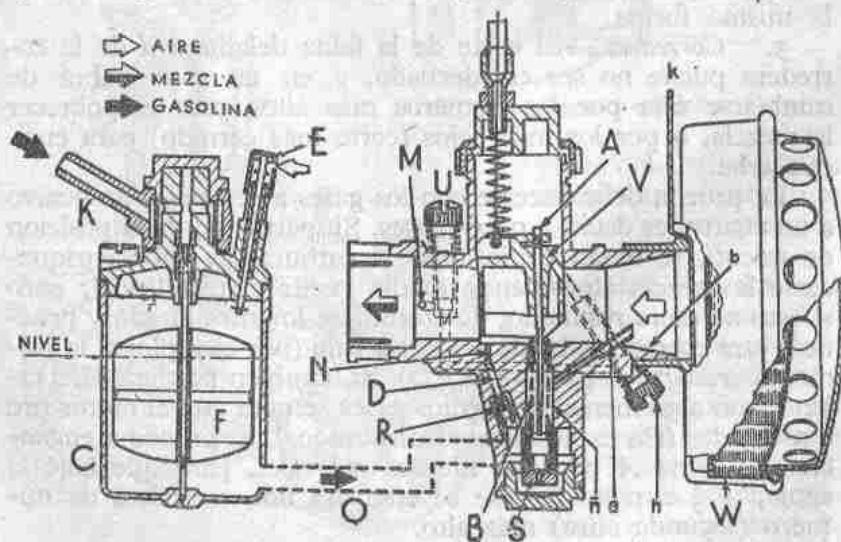

Fig. 156.—Carburador Irz.
**Carburador IRZ** (fig. 156).—Como puede comprobarse por la repetición de las letras—que designan los mismos ele-